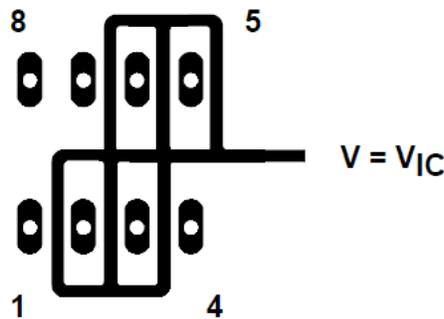
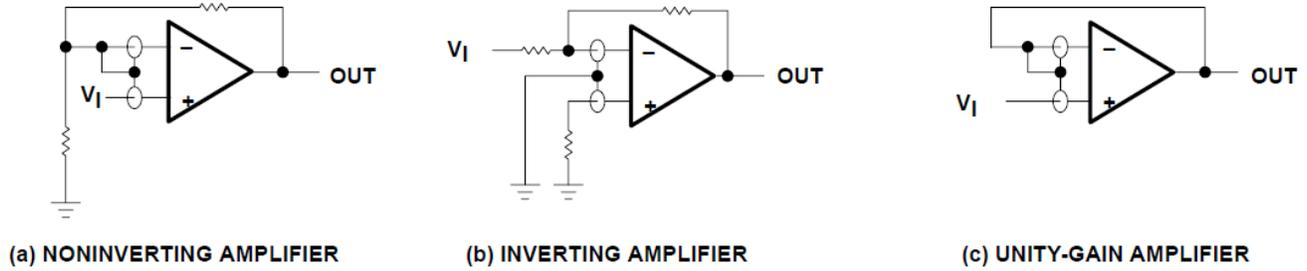

图 5-4. 器件输入端周围的隔离金属 ( JG 和 P 封装 )
图 6-4. 防护环方案
1. 将器件与其他潜在的泄漏漏源隔离。在设备输入端周围和之间使用接地屏蔽层（请参阅图 5-4）。否则可能流向输入端的泄漏电流被分流。
由于极高的输入阻抗和由此产生的低偏置电流要求，TLC272 和 TLC277 非常适合低电平信号处理；然而，印刷电路板和插座上的泄漏电流很容易超过偏置电流要求并导致器件性能下降。在输入端周围安装防护环 (类似于节 5 部分中的图 5-4) 是一种很好的做法。在与共模输入相同的电压电平下，必须从低阻抗源驱动这些防护装置 (请参阅图 6-4)。